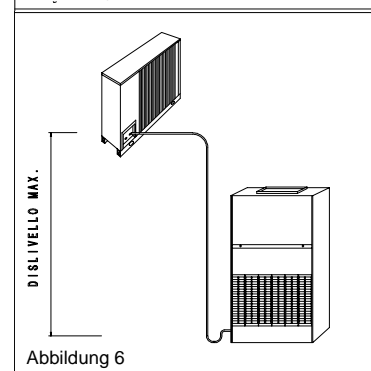

Abbildung 6
- Befindet sich der Verflüssiger dagegen auf größerer Höhe als der Verdampfer, nur den Verschluss (s. Abb. 6).